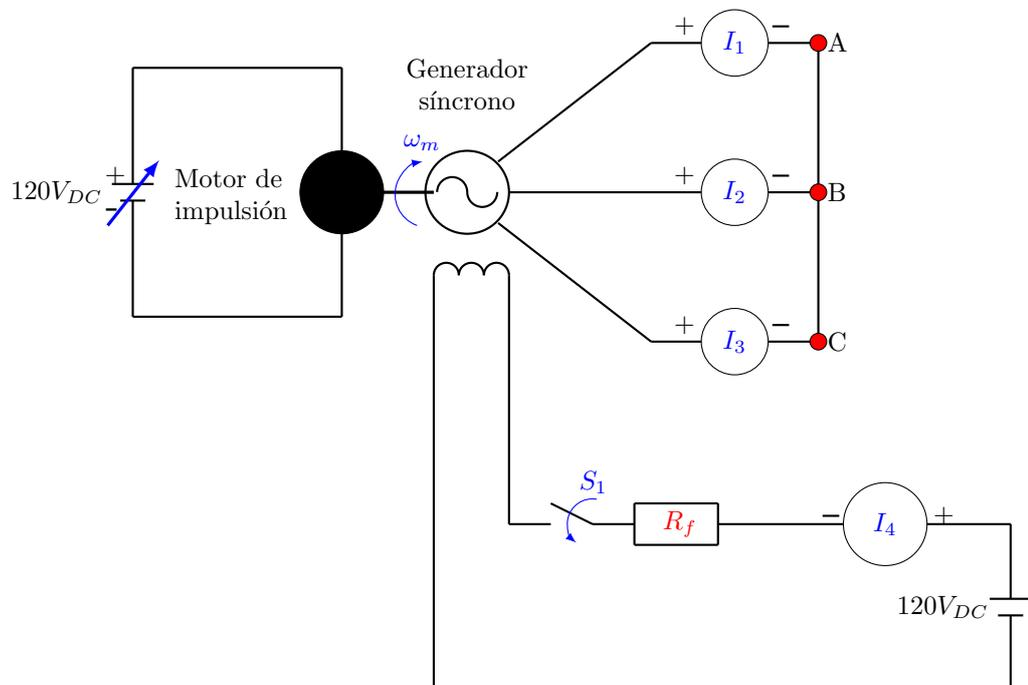

Figura 32: Representación del circuito en la máquina síncrona para ensayo en cortocircuito.
- Cortocircuite las fases A, B y C por medio de tres amperímetros iguales, como se observa en la figura 32.